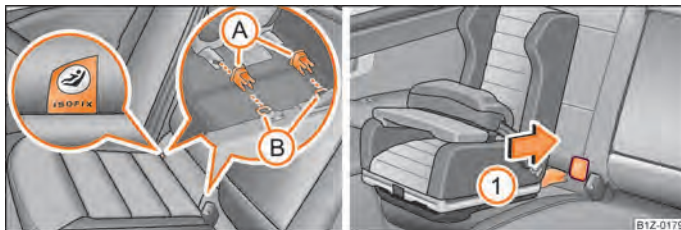

Fig. 136 Oeilletons de retenue (système ISOFIX)/Insérer le siège pour enfant ISOFIX dans les ergots déjà montés
- Insérez les ergots **A** dans les oeilletons de retenue **B** entre le dossier et l'assise ⇒ fig. 136.
- Poussez les bras de blocage du siège pour enfants dans les oeilletons de retenue dans le sens de la flèche **1** jusqu'au dé clic ⇒ fig. 136.
Deux oeilletons de fixation pour la fixation d'un siège pour enfant avec système « ISOFIX » se trouvent entre le dossier et l'assise du siège passager avant. Sur les sièges arrière extérieurs, les oeilletons de fixation sont sous le rembourrage. Les emplacements sont identifiés par des étiquettes portant l'inscription « ISOFIX » ⇒ fig. 136 - à gauche.